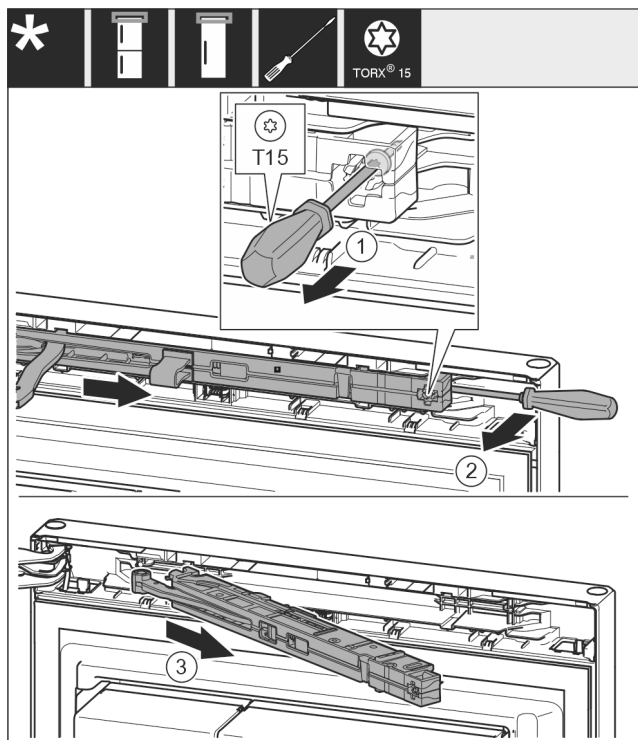

Fig. 11
- ▶ Λασκάρετε τη βίδα από τη μονάδα αποσβεστήρα κλεισίματος με κατσαβίδι T15 περ. 14 mm. Fig. 11 (1)
- ▶ Περάστε ένα κατσαβίδι από την πλευρά της λαβής πίσω από τη μονάδα αποσβεστήρα κλεισίματος και περιστρέψτε τη μονάδα προς τα εμπρός. Fig. 11 (2)
- ▶ Τραβήξτε έξω τη μονάδα αποσβεστήρα κλεισίματος. Fig. 11 (3)